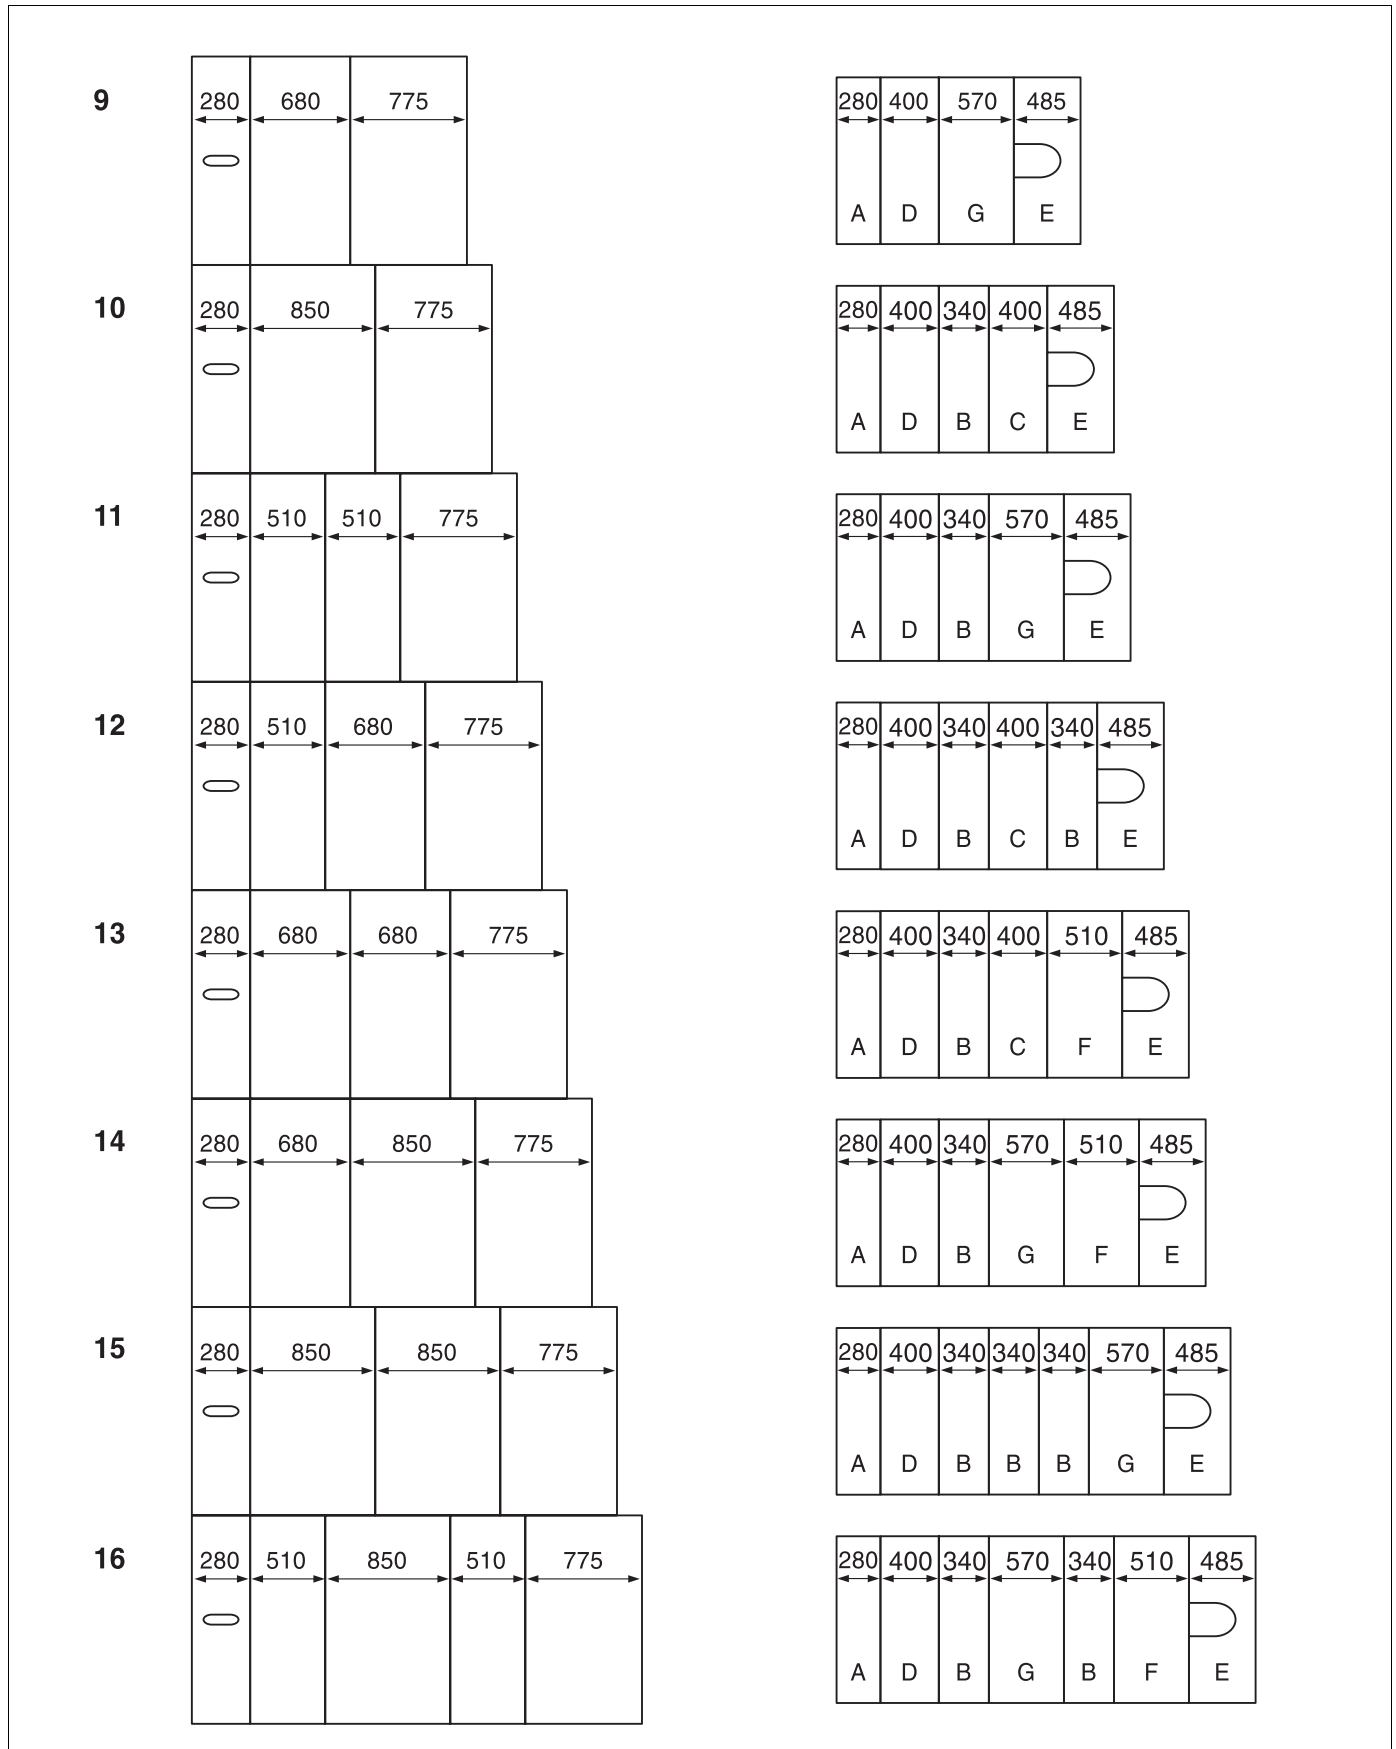

Fig. 45
**Alle sidevegger og topplater skal monteres som vist på plasseringsskjemaet (se fig. 45) .**
Plassering av sideveggene (fig. 45 venstre) og topplatene (fig. 45 høyre):